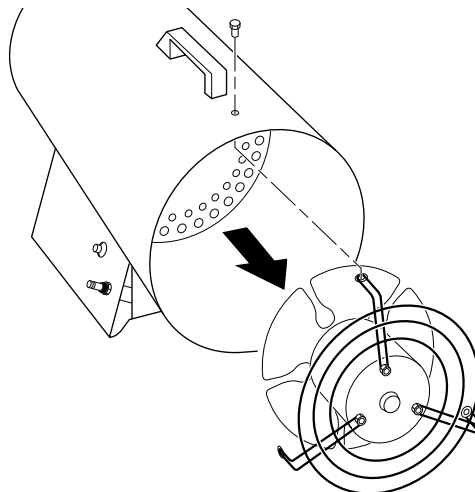

Figure 7 - Dépose du moteur et de la grille du ventilateur
2. Retirer le moteur et la grille de ventilateur du corps de l'appareil (voir la figure 7).